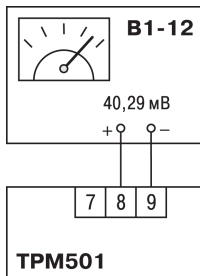

Рисунок 8.5 – Схема підключення
- При підмиканні дотримуватися полярності (див. *рисунок 8.5*).